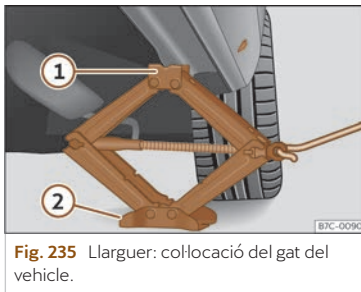

Fig. 235 Llarguer: col·locació del gat del vehicle.
- Gireu la manovella del gat, situat sota el punt de recolzament del llarguer, per elevar-lo fins que la pestanya (1) >>> fig. 235 quedi situada sota l'allotjament previst.
- Alineu el gat de manera que la pestanya (1) "s'adhereixi" a l'allotjament previst del llarguer i la placa base mòbil (2) quedi recolzada a terra. La placa base (2) ha de caure en la vertical respecte del punt de recolzament (1).